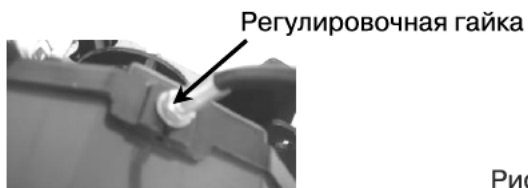

Рис.12
3) Поверните регулировочную гайку на рис. 12 по часовой стрелке для фиксации; или против часовой стрелки для ослабления.